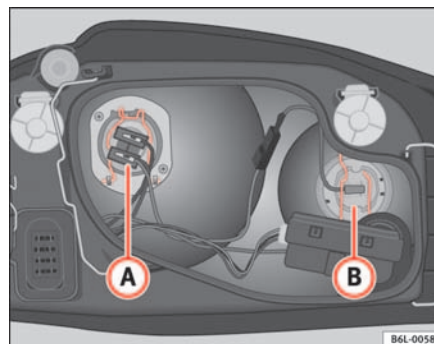

Abb. 143 Glühlampe Abblendlicht
- Ziehen Sie den Stecker vom Lampenkabel ab **A** ⇒ Abb. 143.